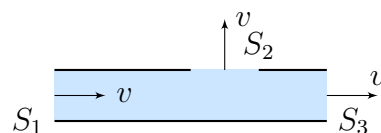

Рис. 8
2. Когда жидкость дойдёт до отводящей трубы, $\mu_1 \neq \mu_2$. Пусть $\mu_2 = \mu$, $\mu_1 = \alpha\mu$. По условию v одинаковы (Рис. 8), тогда